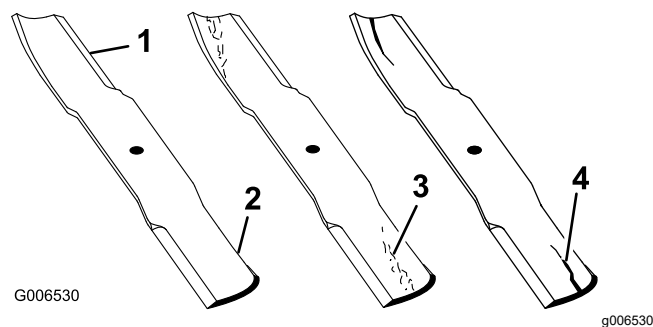

Figure 109
1. Examinez le tranchant des lames (Figure 109).
4. Remplacez immédiatement toute lame fendue, usée ou qui présente une entaille sur cette partie (Figure 109).